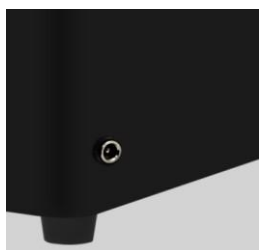

Рисунок 1
3. Подключите шнур питания и убедитесь, что вилка и разъемы надежно зафиксированы. (Рисунок 1)